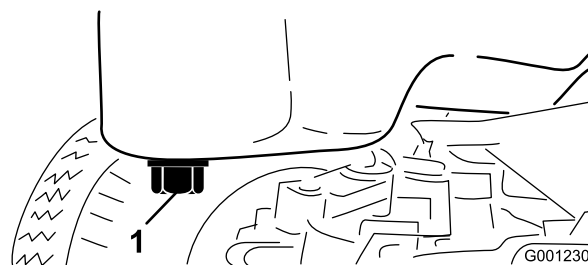

Figura 52
3. Sistemate una bacinella sotto la coppa e in linea con il tappo di spurgo (Figura 52).